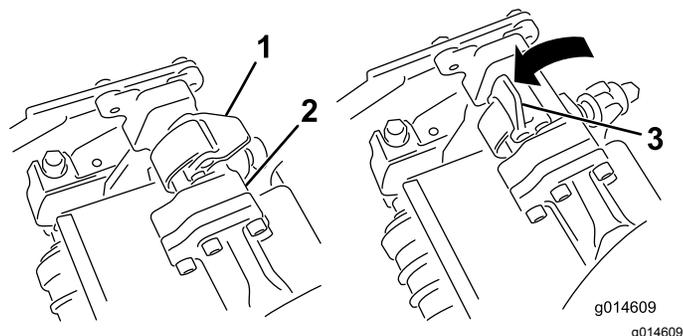
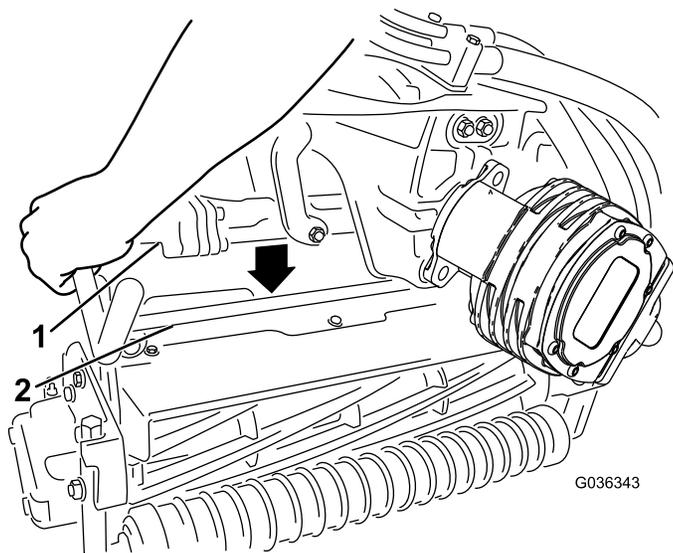

Рисунок 51
Рисунок 52
4. Когда защелки на штанге рычага подвески направлены вверх (т.е. открыты) (Рисунок 51), нажмите на рычаг подвески так, чтобы штанга села на поперечный стержень наверху режущего блока (Рисунок 52).
5. Опустите защелки и поверните вокруг стержня режущего блока и заблокируйте их (Рисунок 51).
5. Откройте защелки на штанге рычага подвески режущего блока, который необходимо снять (Рисунок 51).